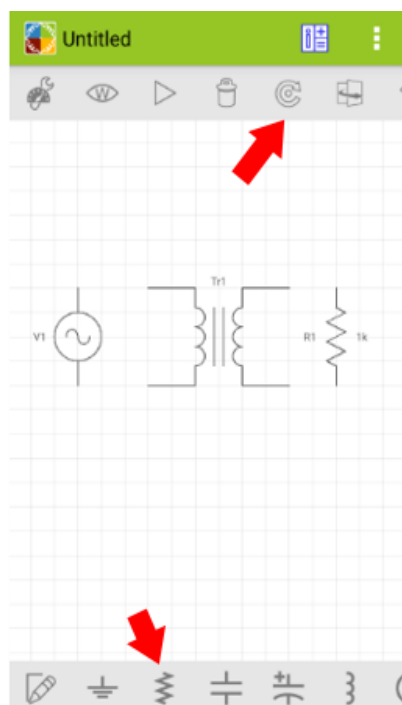

Figura 2.6
2.6 – O último componente a ser selecionado é o RESISTOR. Após sua seleção, pode-se rotacioná-lo ao tocar em ROTATE no canto superior do aplicativo (**Figura 2.6**).